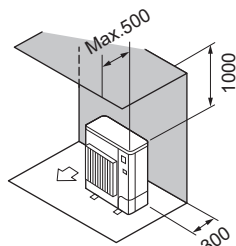

Fig. 2-8
- (2) Obstacles uniquement à l'arrière et au-dessus (Fig. 2-8)